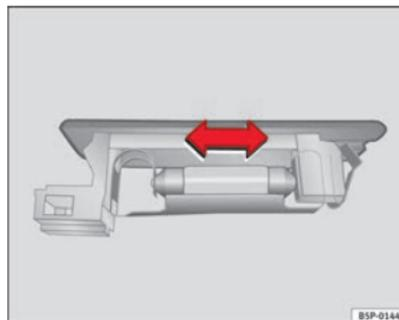

Fig. 158 Luz maletero
- Presione la lámpara lateralmente y extráigala del alojamiento ⇒ fig. 158. ■